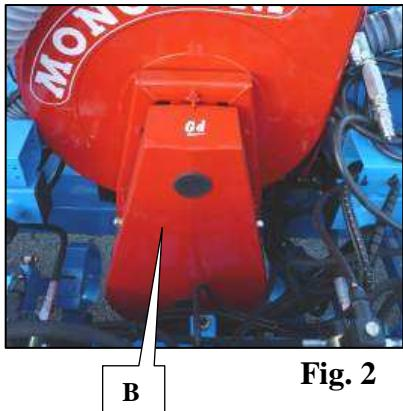

Fig. 2
Voor de maximale lengte (fig. 2) moet de minimale overlapping gelijk zijn aan de helft van de waarde van de totale verbinding X.
Voor de minimale lengte (fig. 2) een waarde van 4 cm aan elk uiteinde respecteren (fig. 3).
2. retirez le carter de courroie (fig. 2, B)